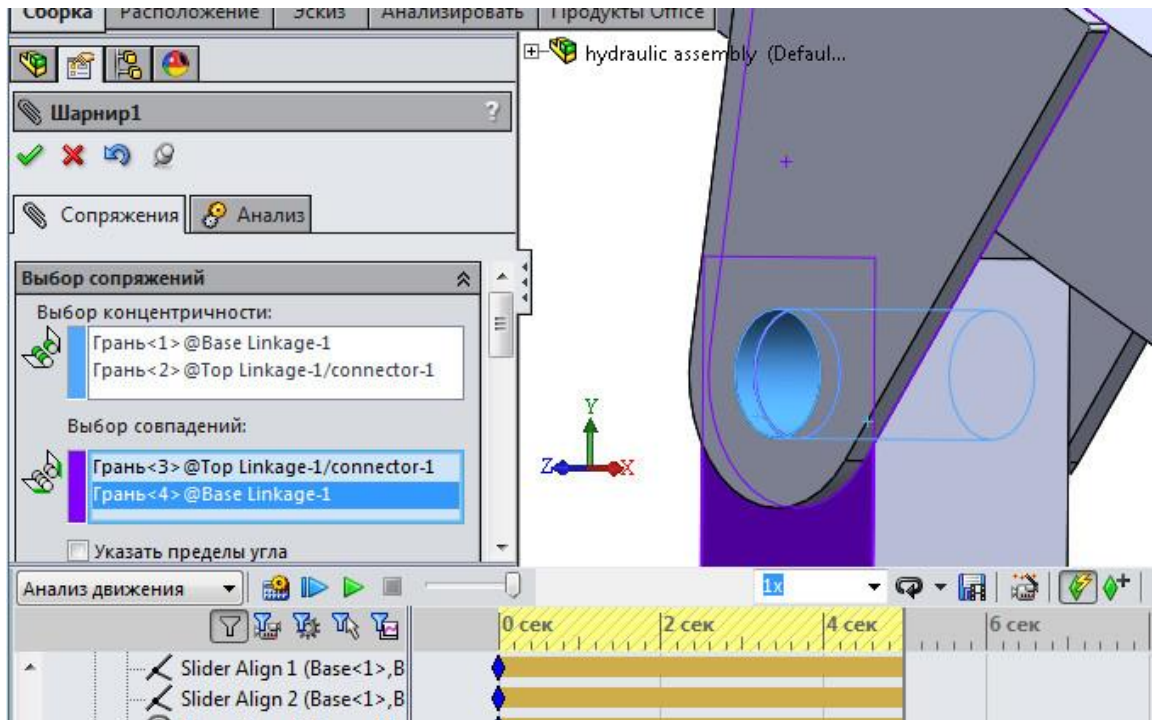

Рис. 20. Спряження шарнір
2. У **Механические сопряжения** натисніть **Шарнир**. Виконайте шарнірне з'єднання як це показано на рис.20